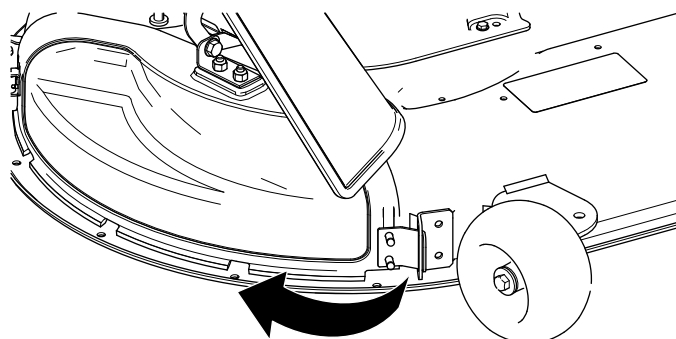

Рисунок 14
4. Наклоните крышку выброса назад и в сторону деки так, чтобы она была совмещена с декой газнокосилки (Рисунок 14).